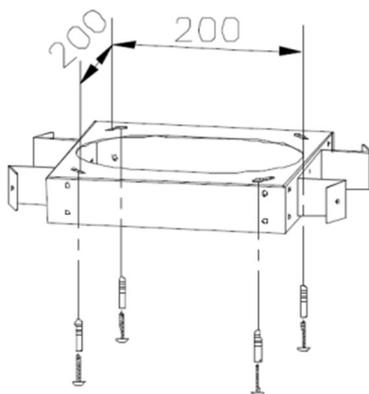

Рис.1
3. Установите на потолок в месте установки подвесной брус. Для подвесного бруса просверлите четыре отверстия в потолке для четырех винтов ST5*45. Закрепите брус на потолке, установив в отверстия дюбели и вкрутив винты (Рис.1).